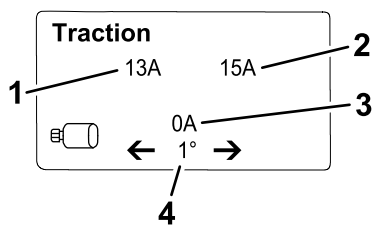

Figure 22
- **Écran d'information de déplacement** (Figure 22) : il indique l'angle de braquage actuel et l'intensité attribuée à chaque moteur de traction.